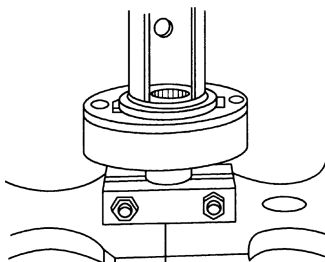

图 3-89 压入内等角速万向节
- 5) 将万向节压入传动轴, 如图 3-89 所示。将万向节压至档圈, 再插入开口弹性挡圈。